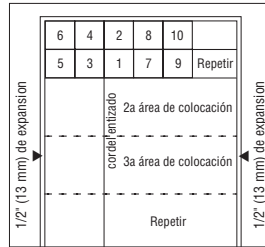

Figura 9
- Continúe colocando el resto de las losetas del piso de 12" x 12" (30.5 cm x 30.5 cm) a lo largo del área del muro inicial (Figura 9). Coloque cada loseta del piso en posición y empuje suavemente las losetas del piso para unir las y acoplar la lengüeta y la ranura. Cada loseta del piso debe quedar alineada en forma perpendicular.